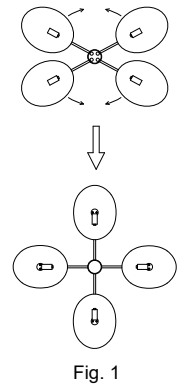

Fig. 1
- 10) Use the three (3) mounting screws [D] to secure the canopy [G] to the ceiling by threading into the sides of the canopy. Tighten to secure.
- 11) Rotate the arms into their correct locations as shown (Fig. 1).
- 9) Utiliser les trois (3) vis de montage [D] pour fixer le couvercle [I] au plafond en les vissant dans les côtés du couvercle. Serrer pour sécuriser.
- 10) Faire pivoter les bras dans leur position correcte tel qu'illustré (Fig. 1).
- 10) Utilice los tres (3) tornillos de montaje [D] para fijar la cubierta [G] al techo atornillándolos en los lados de la cubierta. Apriete para fijarlos.
- 11) Gire los brazos hasta su posición correcta, tal y como se muestra (Fig. 1).